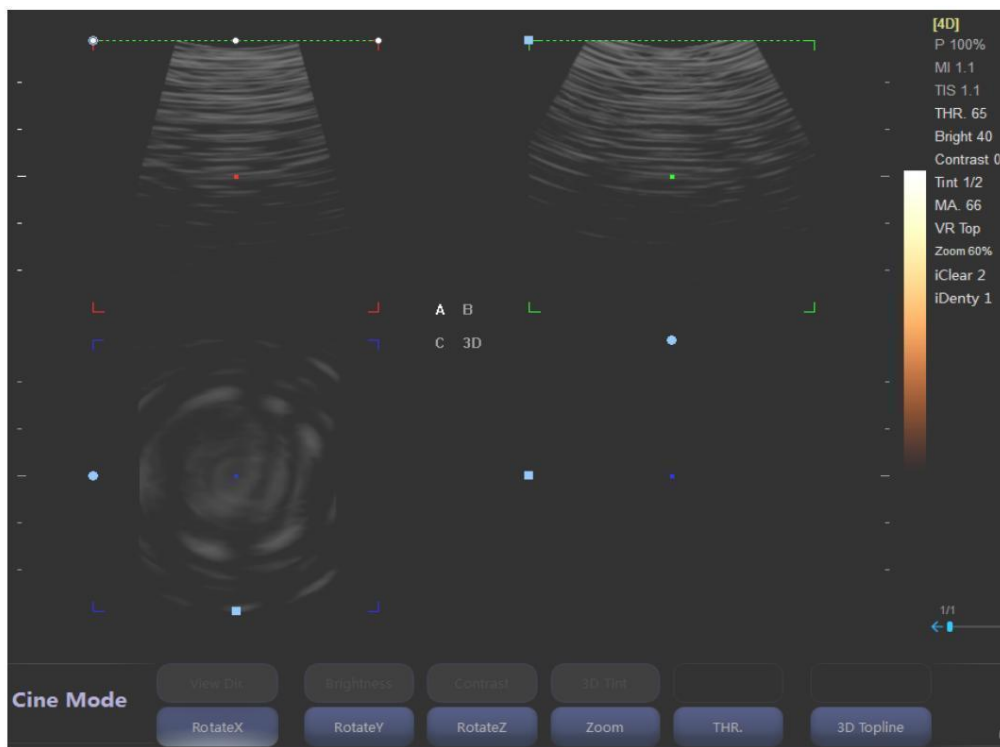

Figure 4.2.1 Interface de balayage 4D en temps réel
(1) Lancer le balayage 4D : Appuyez sur le bouton **【Mise à jour】** pour lancer le balayage 3D/4D. Les images en temps réel de différentes dimensions et l'image 4D s'affichent sur la Figure 4.2.1